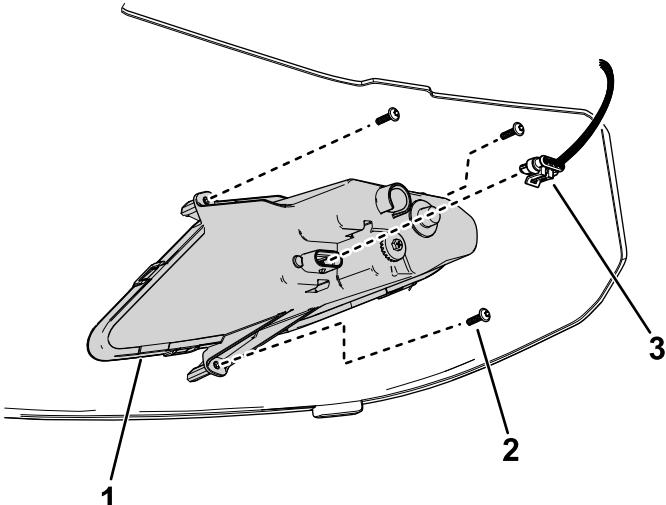

Figure 37
3. Débranchez le connecteur du faisceau de câblage du contacteur de phare (Figure 37).
7. Rebranchez le connecteur du faisceau de câblage au connecteur de phare (Figure 37).